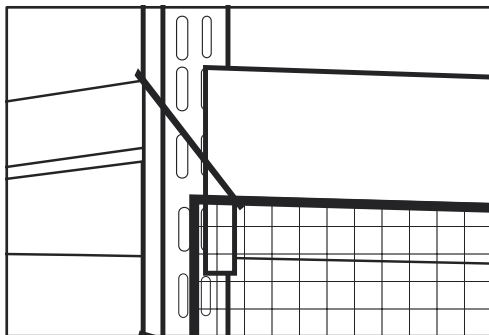

Figure 2
2. Fixez le coin du filet de support à palette avec un attache-câble. (Voir Figure 2)